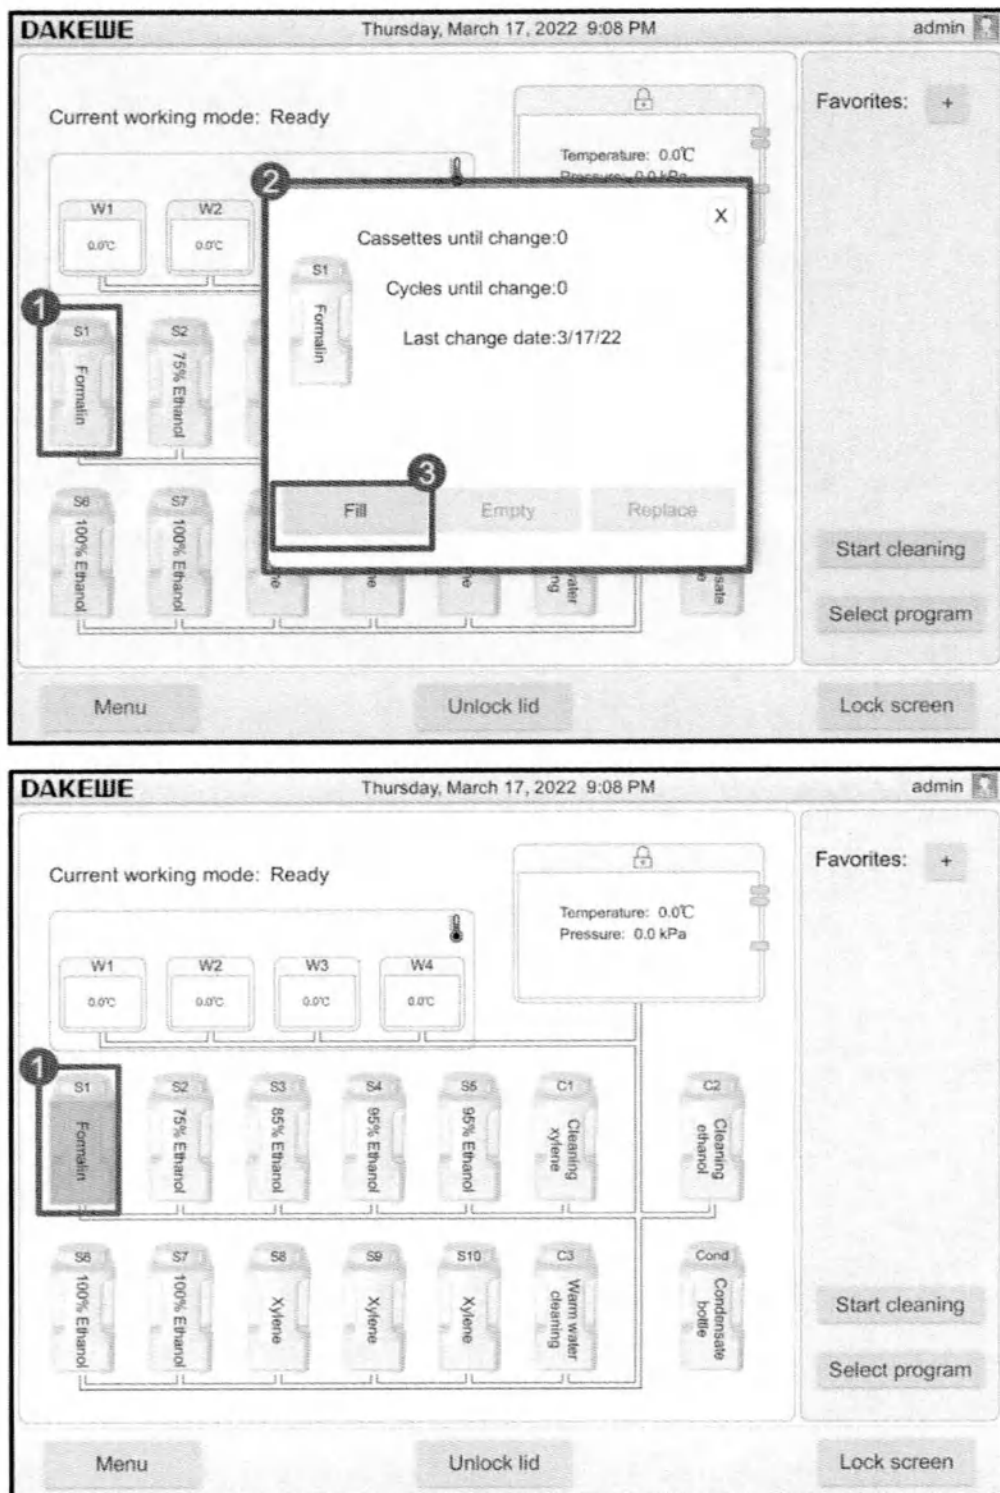

Рисунок 77. Сброс данных
6. Сброс данных в главном окне интерфейса системы (рис. 77): Нажмите значок участка S1 (рис. 77-1). На экран будет выведено окно заполнения (рис. 77-2). После нажатия кнопки «Заполнить» (Fill) (рис. 77-3) в правом верхнем углу нажмите кнопку «×», чтобы выйти.